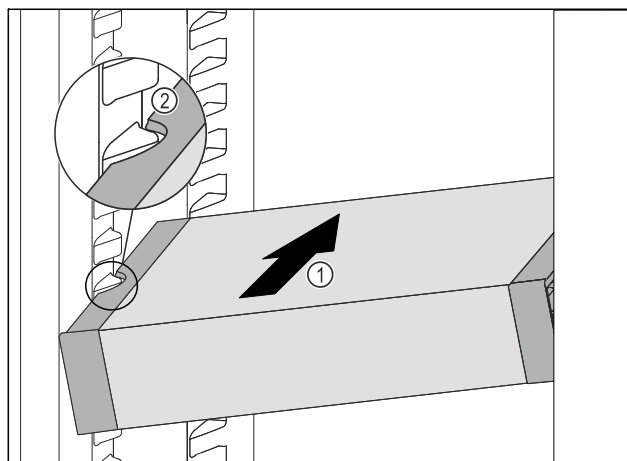

Fig. 116
- ▶ Вдвигайте VarioSafe под наклоном в холодильное отделение Fig. 116 (1), пока боковые выемки Fig. 116 (2) VarioSafe не окажутся на высоте выступа резервуара в холодильном отделении.